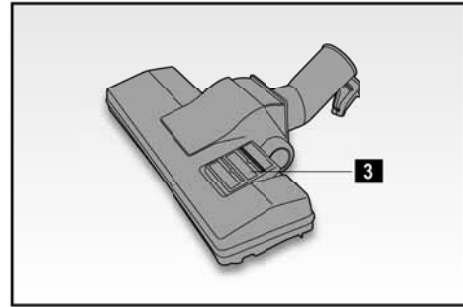

Fig. 3
- La spazzola pavimenti può essere utilizzata per tappeti e pavimenti duri. E' dotata di due ruote per favorire la scorrevolezza a 360 gradi su tutte le superfici. E' inoltre possibile scegliere la sporgenza desiderata delle setole premendo la apposita leva all'estremità della spazzola (3 - Fig. 3).